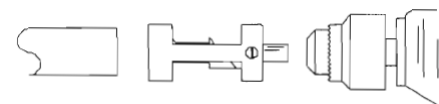

Abb. 4
- Das Ausbohrwerkzeug in das Bohrfutter setzen und festziehen (Abb. 4)